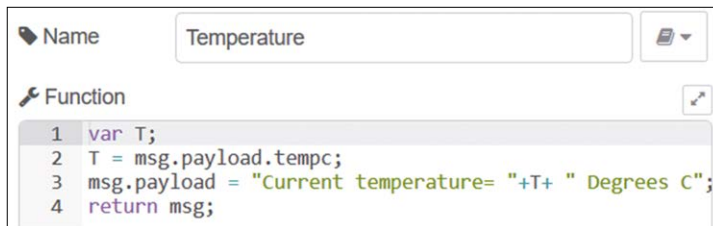

Figure 4.46 Contenu des nœuds de fonction
- Créer un **fonction** nœud et le nommer **Température**. Double-cliquez sur ce nœud et saisissez les instructions suivantes (voir la figure 4.46) :